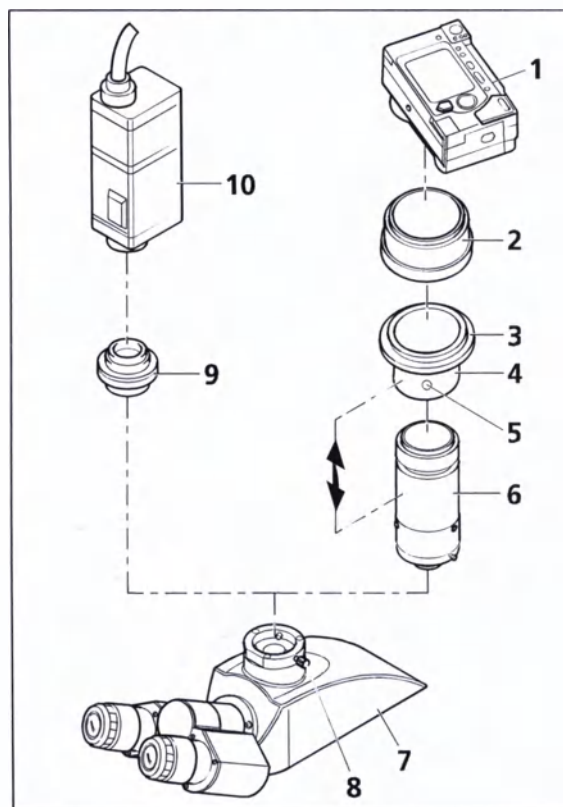

Рисунок 17 Установка фотокамеры
- При необходимости привести фототубус в рабочее положение (Рисунок 17/7) (смотри раздел 3.4.1).
- Ослабить зажимный винт (Рисунок 17/8) и снять пылезащитный колпак с фототубуса.
- Подвижная оправа (Рисунок 17/4), резьбовое адаптерное кольцо M37/52 (Рисунок 17/3) и оправа линзы (Рисунок 17/6) поставляются как предварительно смонтированный «адаптер P95 M37/52x0,75 для цифровой фотокамеры». Рисунок рядом показывает этот блок в разобранном виде. Кроме того, с подвижной оправы (Рисунок 17/4) можно отвинтить резьбовое кольцевой адаптер M37/52 (Рисунок 17/3) (не изображён), что позволит подсоединить фотокамеру с резьбой M37.
- Установить адаптерное кольцо (Рисунок 17/2) (входит в объём поставки фотокамеры фотокамеры (Рисунок 17/1) (смотри инструкцию по обслуживанию фотокамеры).
- Ввинтить блок, состоящий из подвижной оправы (Рисунок 17/4), резьбового адаптерного кольца M37/52 (Рисунок 17/3) и оправы линзы (Рисунок 17/6), в адаптерное кольцо (Рисунок 17/2).
- Вставить фотокамеру с адаптером до упора в фототубус, выставить и зафиксировать её помощью зажимного винта (Рисунок 17/8).
- В зависимости от конфигурации микроскопа или типа используемой фотокамеры может потребоваться оптимизация расстояния между камерным объективом и оправой линзы (Рисунок 17/6) (смотри двойную стрелку), в частности тогда, когда уже невозможно получить необрезанное изображение по всему диапазону варьирования фокусного расстояния камерного объектива. В таком случае необходимо поступить следующим образом:
- Ослабить резьбовой штифт (Рисунок 17/5).
- Варьировать фокусировку камерного объектива от широкоугольной (W) до телесъёмки (T).
- Резьбовой штифт снова затянуть (Рисунок 17/5).
Фотокамеры, оснащённые резьбой «C-Mount», присоединяются к фототубусу микроскопа с помощью адаптера «P95-C 2/3"» 0,65х или «P95-C 1/2"» 0,5 (Рисунок 17/9).
- Вставить фотокамеру (Рисунок 17/10) вместе с подходящим адаптером (Рисунок 17/9) до упора в фототубус, выставить и зафиксировать с помощью зажимного винта (Рисунок 17/8).